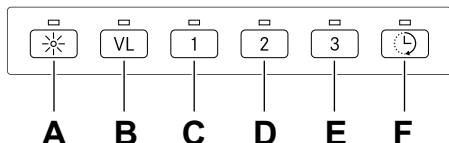

Fig. 10
1. Öppna programmering: Håll in knapp A och B i 3 sekunder så att båda blinkar 3 gånger, se Fig. 10. Programmeringsläget är då aktivt i 30 sekunder.
3. Spara programmeringen: Håll in knapp A och B i 3 sekunder, se Fig. 10. Knapp A och B blinkar 2 gånger för att verifiera att programmeringen är sparad.